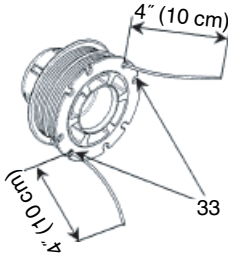

Fig. 39
(4) Pulse cada línea en los orificios del tope (33), dejando los extremos sueltos aprox. 4" (10 cm) de largo. (Fig. 39)